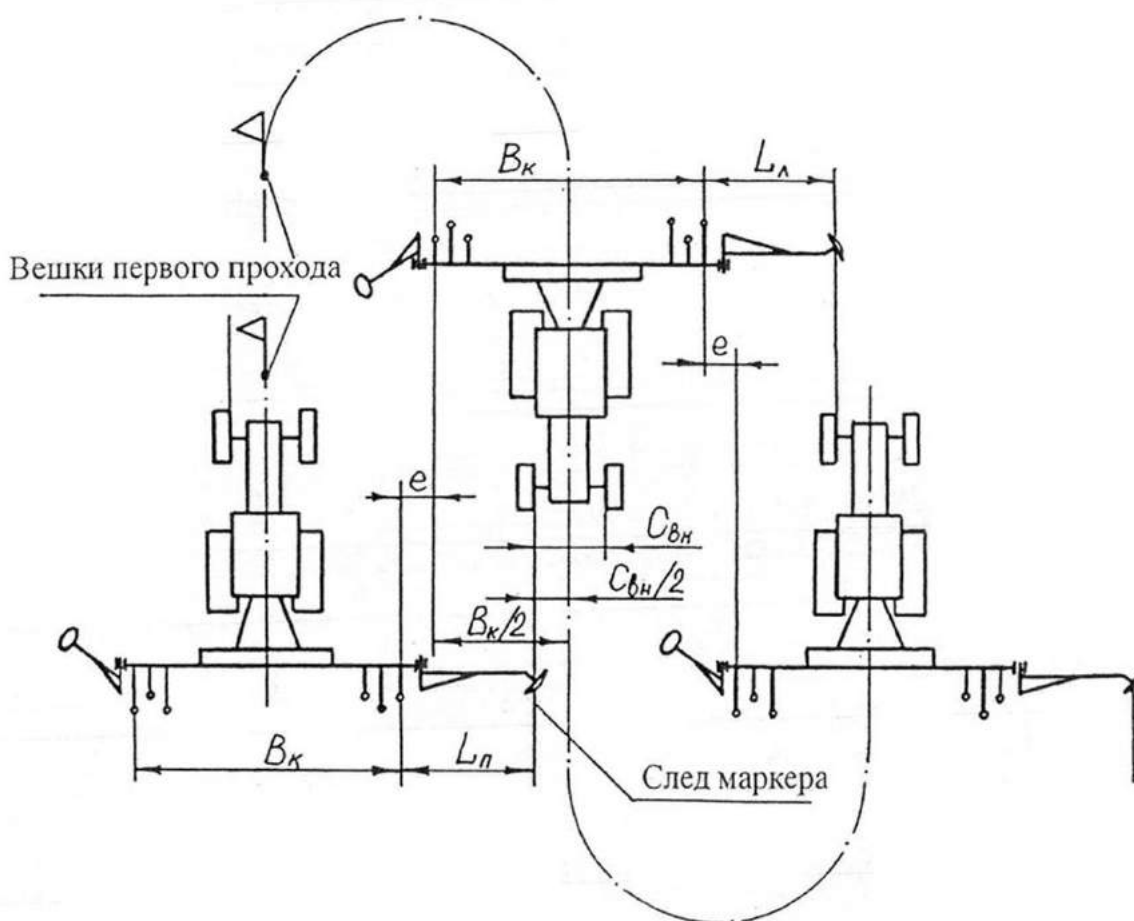

Рис. 19. Схема положений посевного агрегата при расчете длины маркеров:
6.3.2. Расчет длины маркеров производить по формуле, пользуясь схемой (рис. 19).